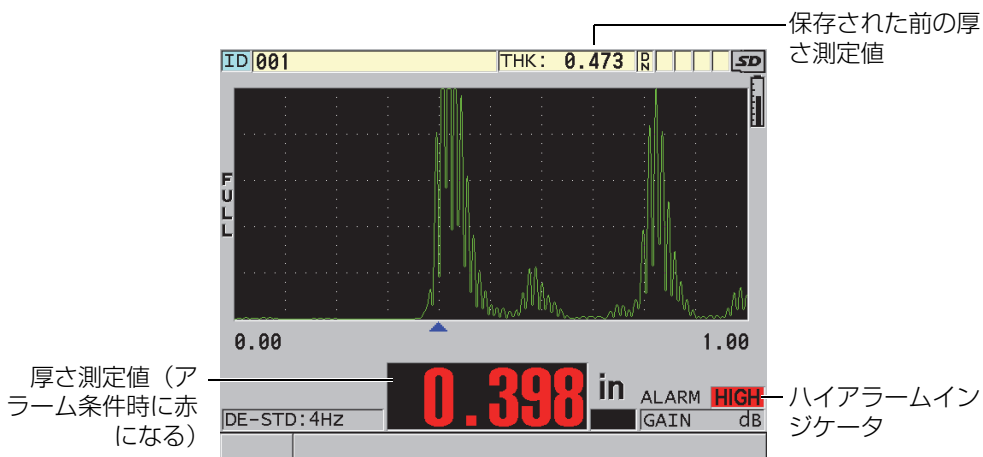

図 8-4 ハイアラームインジケータの例
- ハイまたはローアラームインジケータが、測定画面の右下に赤い背景で点滅します（126 ページの図 8-4 参照）。